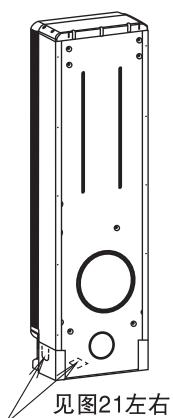

图20
- 在机组安装时，为了连接管、连接线的安装引出，请将图20中底座预留孔的塑料部分或后板下方预留孔的金属部分去除。